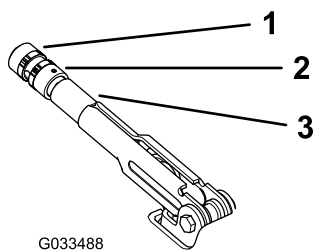

Figure 53
2. Desserrez la vis qui fixe le bouton sur le levier du frein de stationnement (Figure 53).
3. Tournez le bouton (Figure 53) jusqu'à ce qu'une force de 20 à 22 kg (45 à 50 lb) soit nécessaire pour actionner le levier.
4. Resserrez la vis pour terminer (Figure 53).